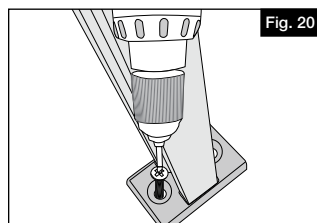

Fig. 20
- 14.** Fixer le support intermédiaire de barreaux à la surface de la terrasse à l'aide de vis no 8 x 1-1/2 po (38,1 mm) (composant T) (Fig. 20).